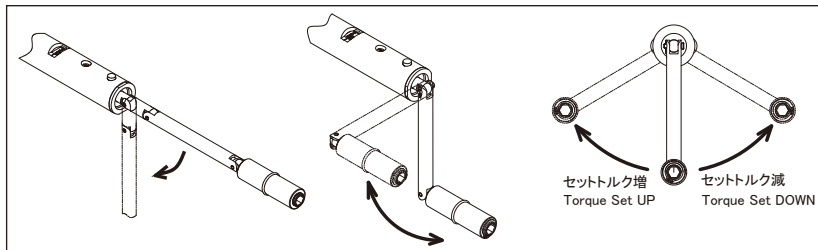

図 10 Fig.10
1. エキステンションハンドルを外した状態で調整ハンドルを回す。(図 10) 調整ハンドルを時計回りに回すとセットトルクが上昇し、反時計回りに回すと減少します。
1. Turn the adjusting handle with the extension handle removed (Fig.10) Turning the adjusting handle clockwise increases the set torque, and turning counter-clockwise reduces it.